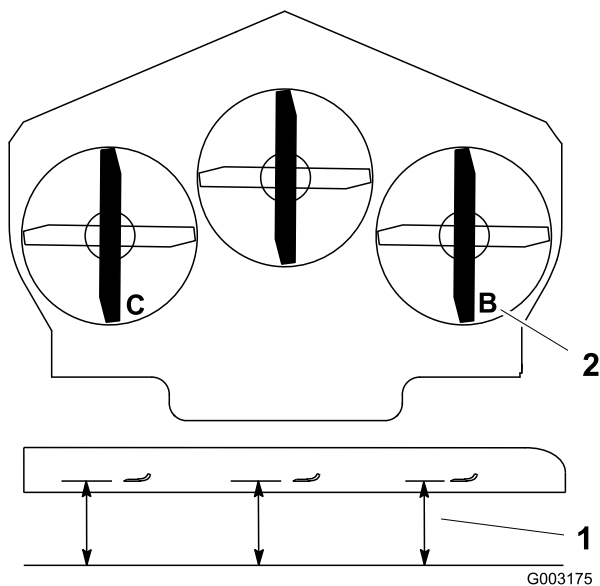

Figura 78
- Disponete la lama destra in posizione longitudinale rispetto alla macchina (Figura 78).
- Misurate la lama destra al punto **B** da una superficie piana fino al tagliente della punta della lama (Figura 78).
- Disponete la lama sinistra in posizione longitudinale rispetto alla macchina (Figura 78).
- Misurate la lama sinistra al punto **C** (Figura 78) da una superficie piana fino al tagliente della punta della lama.